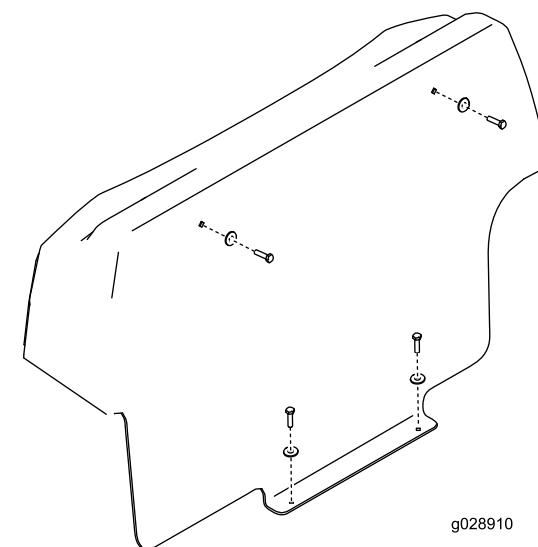

Figura 1
3. Retire el tabique que se encuentra detrás del asiento del operador desenroscando los 4 pernos y las 4 arandelas (Figura 1). Guarde los herrajes.